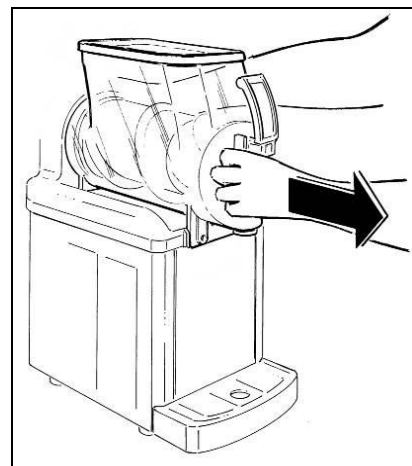

Fig. 7
- Tirer le bac vers l'extérieur et le libérer de son logement (fig.7).